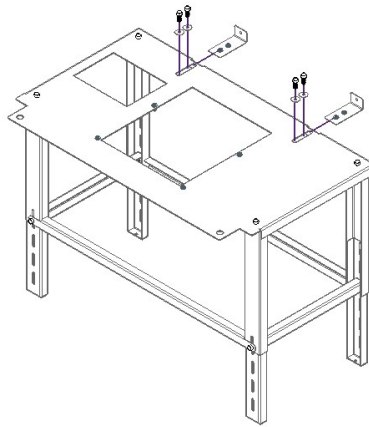

Figura 5 – Montaje de la mesa auxiliar
4. Coloque los dos cuadrados a través de la abertura de la mesa y coloque un tornillo y una arandela en cada uno. No apriete los tornillos completamente, sólo lo suficiente para permitir que las escuadras se muevan, Figura 5.